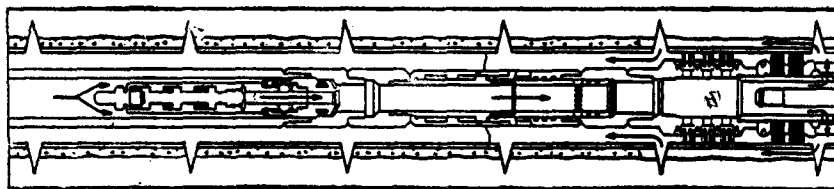

图 8 串通的炮眼
2. 在层间或炮眼间怀疑有串通的地方,可用准确疏通方法来检查是否有串通的情况(图8)。注入的液体通过串通的炮眼将导致低的注入压力(无疏通),并且通过正在排出的环形空间流体或压力的增加能观察到上述现象。